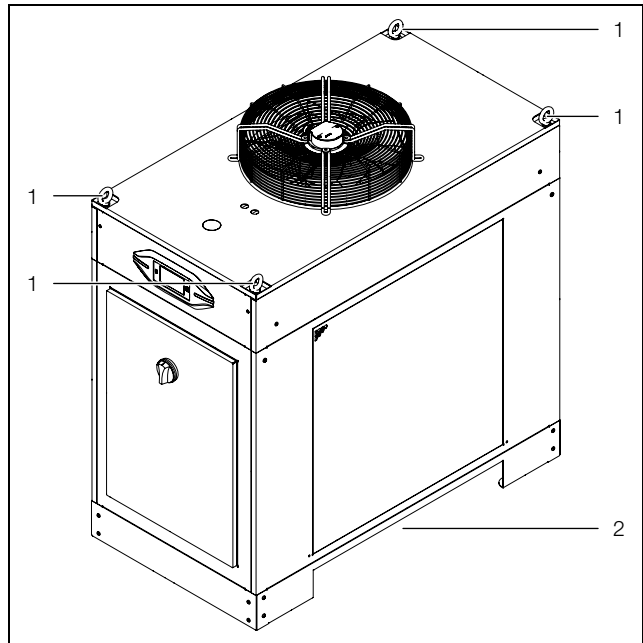

Imagen 18: Transporte (la imagen muestra, a modo de ejemplo, la ejecución SK 333640x)
- mediante los cáncamos de transporte con la ayuda de un elevador (imagen 18, pos. 1) o
- con la ayuda de una carretilla elevadora, introduciéndola por la parte inferior y levantando lateralmente (imagen 18, pos. 2).
Leyenda imagen 18